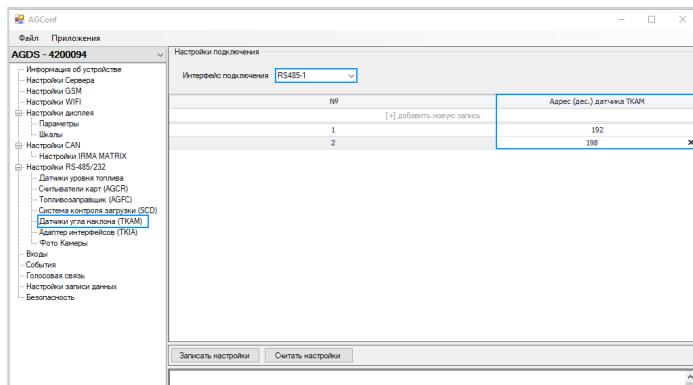

Рис.131. Настройка подключения датчиков угла наклона.
- после ввода адресов подключаемых датчиков сохраните настройки в устройство, нажав кнопку «Записать настройки» (**Рис.131**).